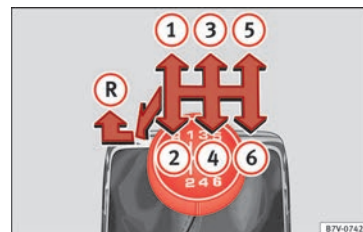

Fig. 48 Grille des vitesses de la boîte mécanique à 6 vitesses.
Les positions des vitesses sont représentées sur le levier de vitesses » **fig. 48**.
- Au point mort, appuyez sur le levier de vitesses, déplacez-le complètement vers la gauche puis vers l'avant pour passer la marche arrière » **fig. 48** **(R)**.